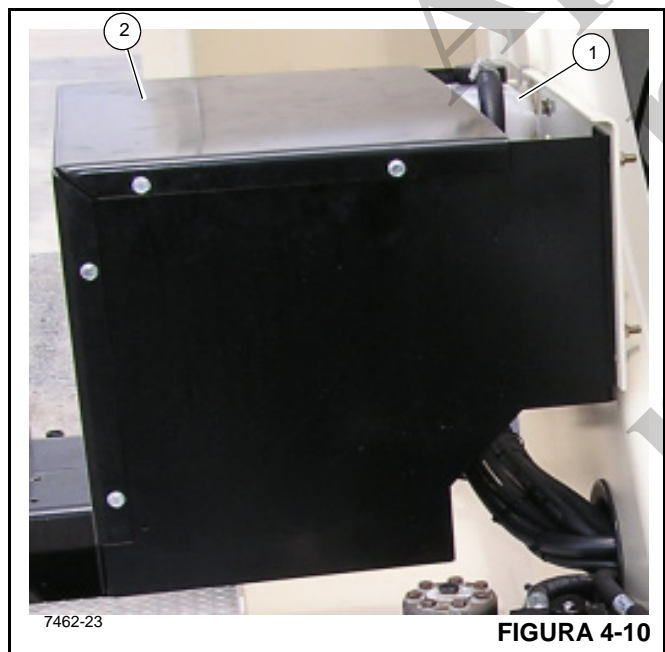

FIGURA 4-10
O frasco do líquido de arrefecimento do aquecedor (1, Figura 4-10) está montado na torre e localizado dentro do compartimento do compressor do ar-condicionado (2). O líquido de arrefecimento deve ter um teor mínimo de água e ter anticongelante suficiente para impedir congelamento ou formação de cristais de gelo.